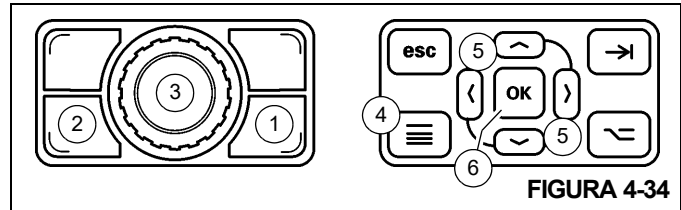

FIGURA 4-34
- Oprima el botón de cambio de pantalla (1, Figura 4-34) en el cuadrante selector para seleccionar el control de pantalla del ODM.
- Oprima el botón de menú (4, Figura 4-34) en el panel de control de navegación en el ODM para ir a la vista de menús.